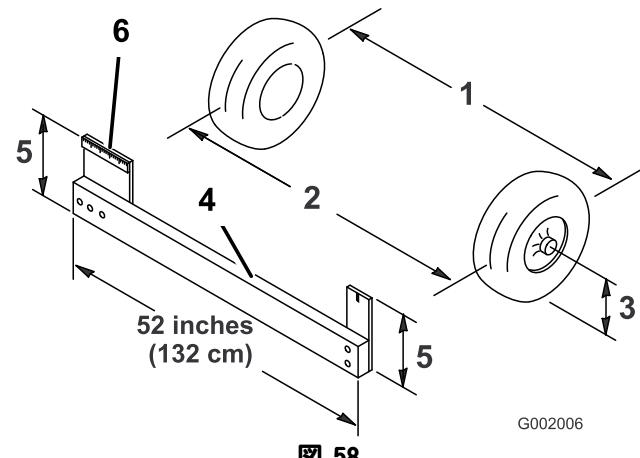

図 58
4. 前輪の前と後ろで、左右のタイヤの中央線間距離を測る；計測はアクスルの高さで行う (図 58)。前輪の後ろで、アクスルの高さで測定を行うには市販または手製のトaine測定器が必要となる。前後の計測とも同じ道具を使用し、アクスルの高さで正しく測定すること (図 58)。